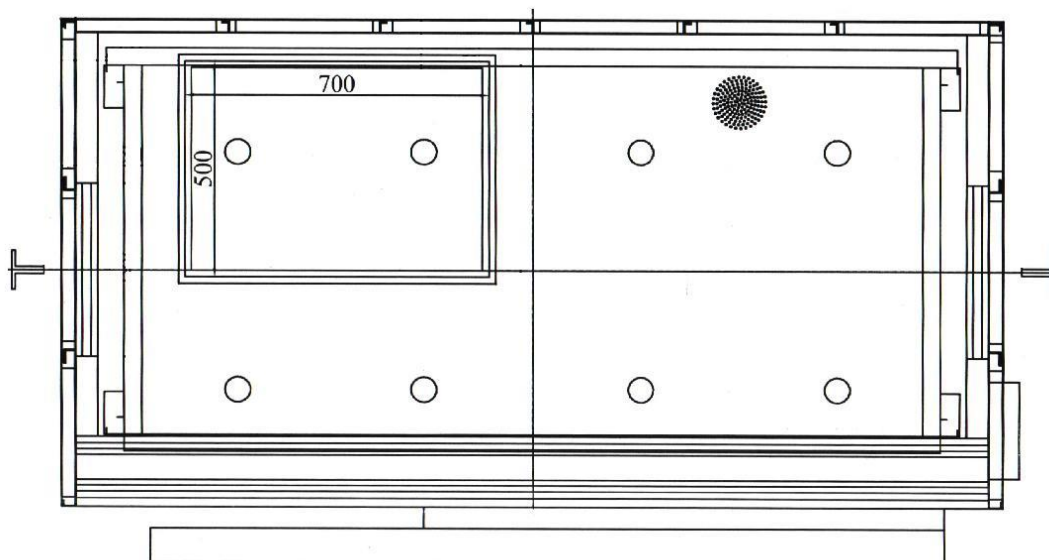
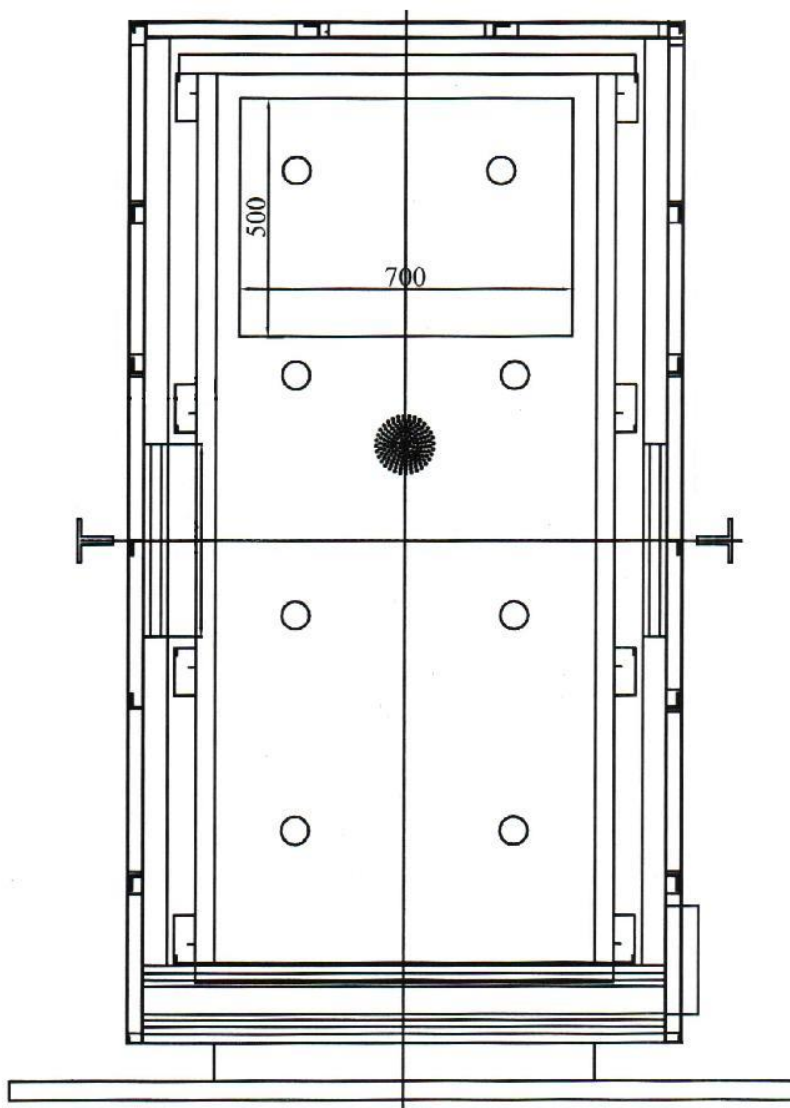

Рис.1.
Рис.2.
47.3. Все кабины для перевозки пожарных подразделений оборудованы аварийным люком размером 500х700 мм (или 400 х 500) (рис.1, рис.2) Люк открывается наружу.